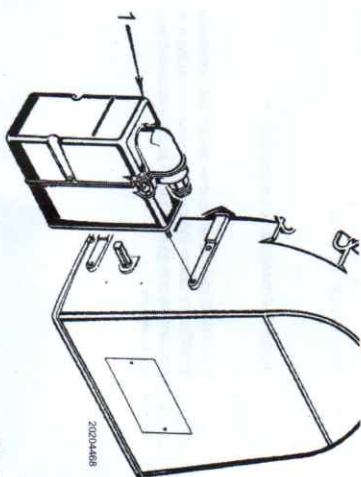

Fig. 1
- smontare meccanicamente il servomotore (1) rimuovendo le viti (Fig. 1).